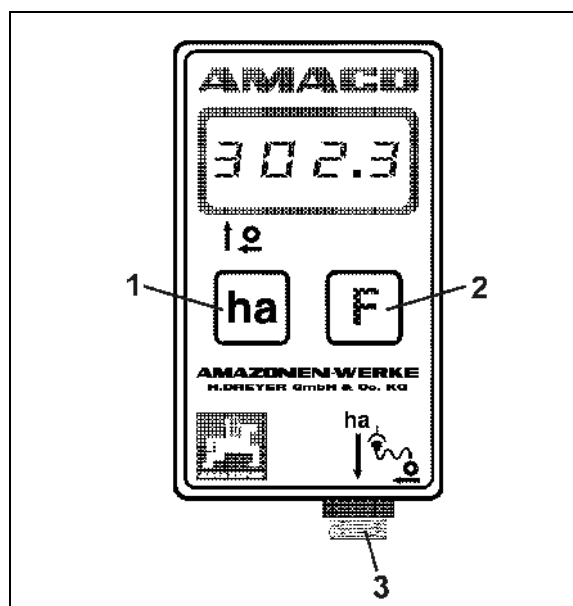

Fig. 3
Tecla **ha** (Fig. 3/1).
Tecla **F** (Fig. 3/2)
- **Sensor de conexión (Fig. 3/3).**